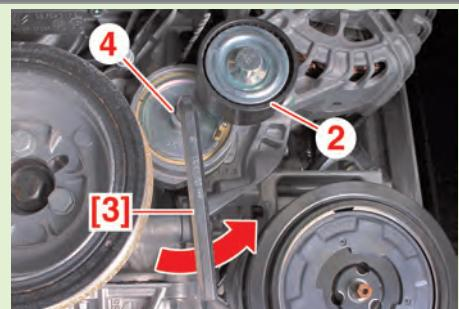

Fig.3
- A l'aide de la clé [1], soulager le galet tendeur (2) pour récupérer la pige [2].
- Déposer (Fig.3) :
- la vis (4) à l'aide de la clé [3],
- le galet tendeur (2).